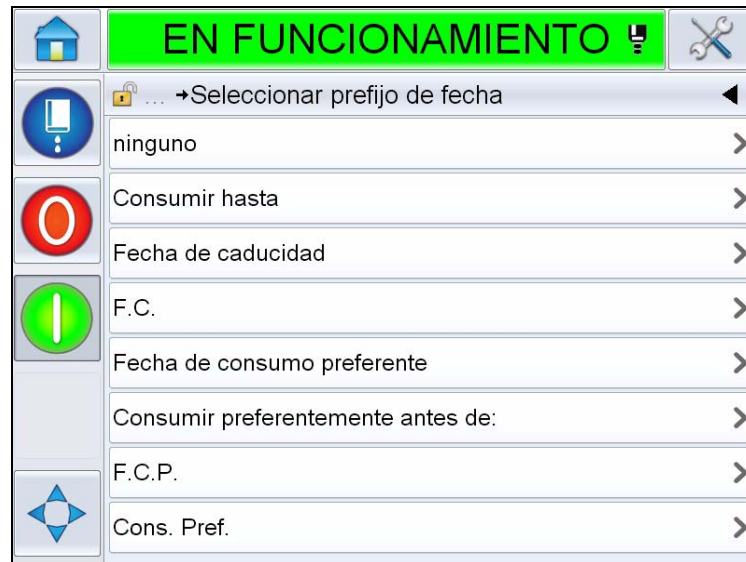

Figura 5-26: Página Date Prefix (Prefijo de fecha)
- 5 Seleccione el tipo de fecha. Muestra la página *Select Date Prefix* (*Seleccionar prefijo de fecha*) (Figura 5-26).